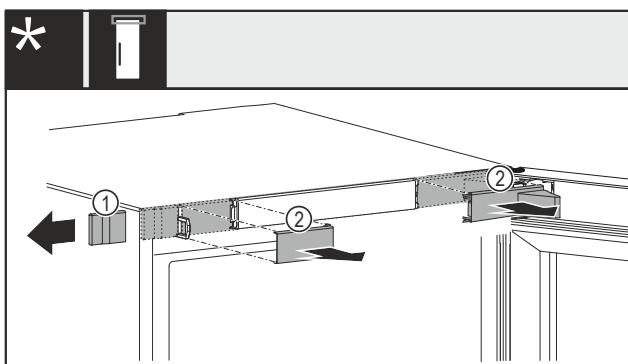

Fig. 13 З механічним або електричним замком\*
- Обережно зніміть кришку Fig. 13 (1) збоку.\*
- Обережно зніміть кришку Fig. 13 (2) рухом уперед.\*